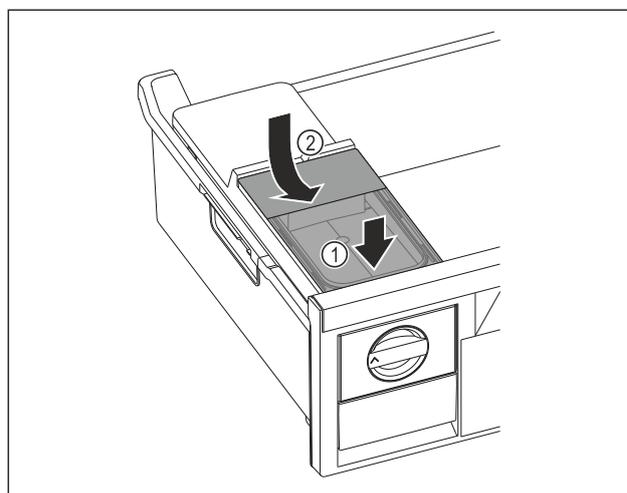

Fig. 81
- ▶ Collegare il serbatoio dell'acqua alla parte anteriore. Fig. 81 (1)
- ▶ Abbassare il serbatoio dell'acqua posteriore. Fig. 81 (2)